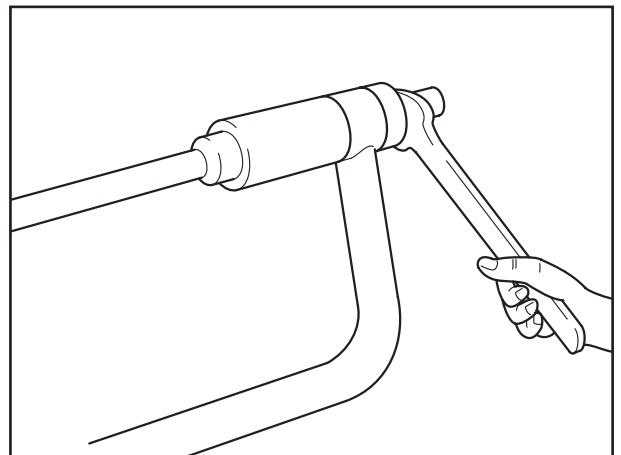

Fig. 3
- [4] Gummi-Stahl-Buchsen im Bügelstabilisator auf Verschleiß prüfen, ggf. mit Montagewerkzeug (BPW-Nr. 14.825.11744) auswechseln (Fig. 3), siehe auch Kapitel 4 Arbeitsschritte 23 - 25.
- [4] Examine bonded rubber bushes in U-stabilizer for signs of wear, replace if necessary with assembly tool (BPW No. 14.825.11744) (Fig. 3) see also Chapter 4, step 23-25.
- [4] Vérifier l'usure des silent-blocs dans la barre stabilisatrice en U, le cas échéant les remplacer avec l'outil de montage (réf. BPW 14.825.11744) (fig. 3), voir chapitre 4, opérations 23-25.